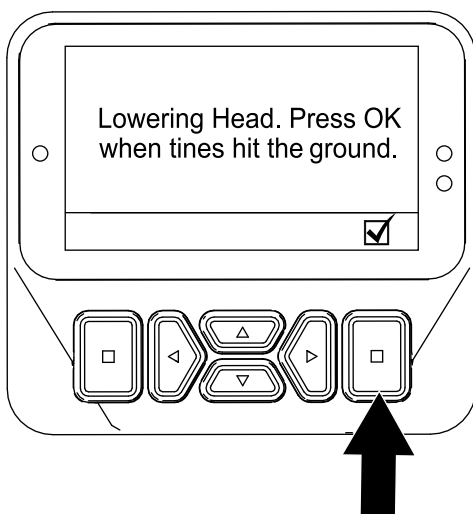

Figure 64
6. Lorsqu'un louchet touche le sol, appuyez sur le bouton de sélection dans l'écran Lowering Head (abaissement de tête) (Figure 64).